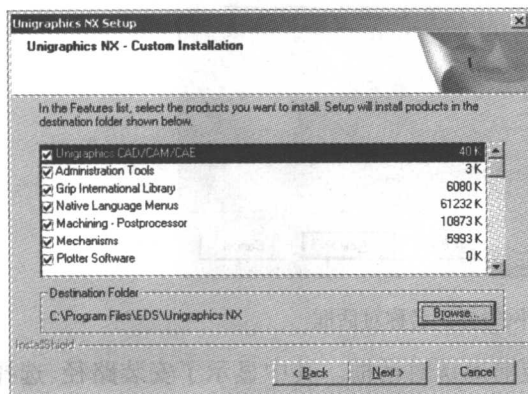
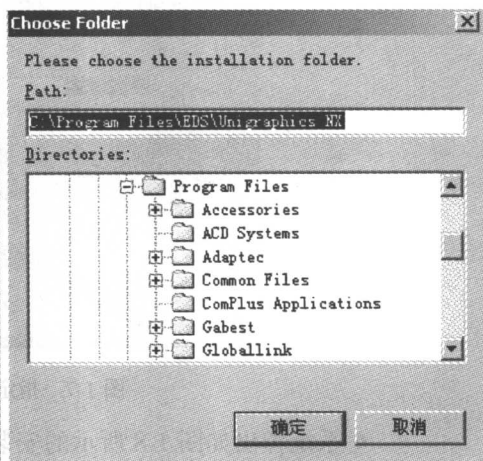

图 1-3 选择安装组件对话框
图 1-4 设定安装路径对话框
- 再在弹出的对话框中选择需要的安装组件,如图 1-3 所示。
- 在选择好安装组件以后,设置安装路径,单击图 1-3 所示 Browse 按钮,在弹出来的如图 1-4 所示的对话框中输入安装的路径,完成以后单击 Next 按钮。